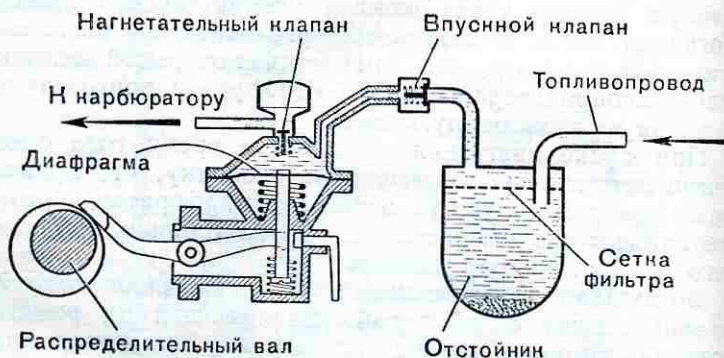

Рис. 21. Топливный насос
**Топливный насос.** Топливные насосы имеют механический или электрический привод. Однако в настоящее время наибольшее распространение получили насосы с механическим приводом (рис. 21).